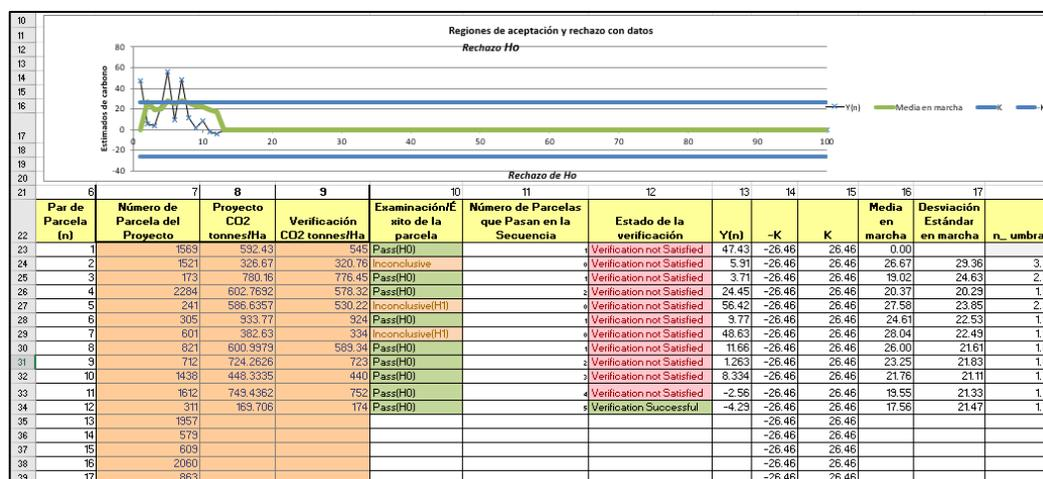

Figura 83. Cumpliendo con la Regla para Parar el Muestreo Secuencial de tCO2/Ha
5.5. Después de ingresar por lo menos 5 parcelas, el verificador puede revisar si se cumple con la regla para detener el Muestreo Secuencial de tCO₂/ha (Figura 83).